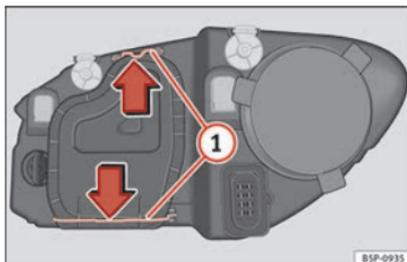

Fig. 178 Luz de cruce.
- Desplace los tirantes » fig. 178 ① en el sentido de la flecha y saque la tapa.